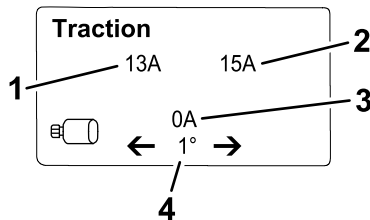

Figura 22
- **Ecrã de informação da tração** (Figura 22): mostra o ângulo atual da direção e a amperagem alocada a cada motor de tração.